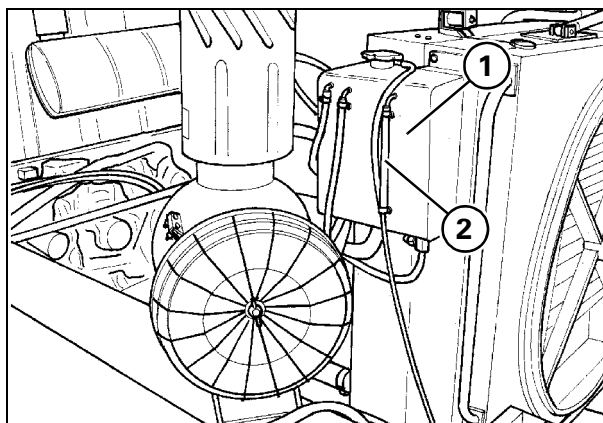

Рис. 9
3. РАДИАТОР И РАСШИРИТЕЛЬНЫЙ БАК - Рис. 9